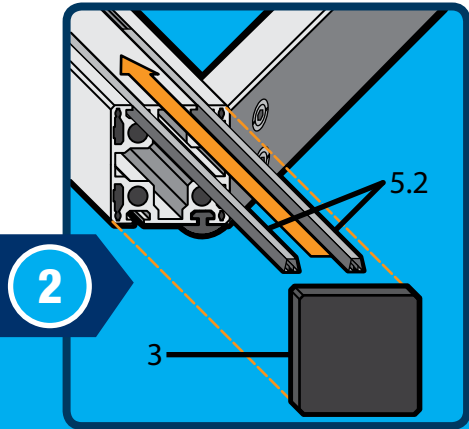

Fig. 41
- 4 Kombiprofil, grau 440 mm lang (5.2) (Fig. 41)
- 10 Anker, gerade (7)
- 10 Querstücken mit Gewindeinsatz (8)
- 4 Abdeckkappen 40x80 mm, schwarz (6)